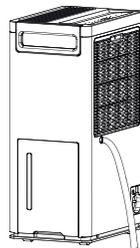

Рис. 4
- **В. Непрерывный слив (Рис. 4).** Для слива конденсата подсоедините дренажный шланг к отверстию в верхней части бака и организуйте отвод воды в специальную емкость либо в канализационное отверстие.